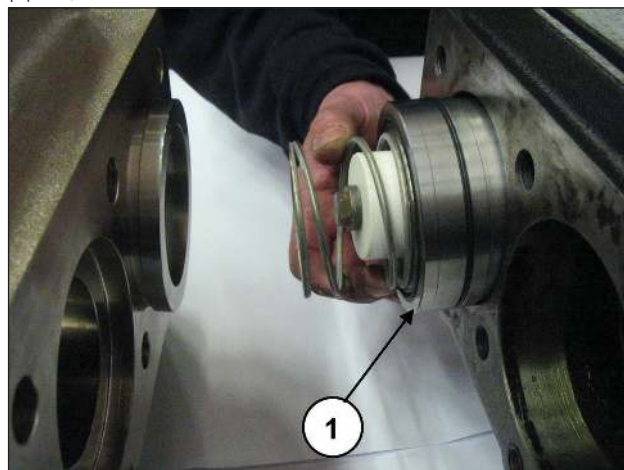

图159
通过转动轴，使活塞导承向前移动，从而使缓冲垫向前移动，挤出密封圈底座、弹簧和整个活塞组件（部件号①, 图159）。